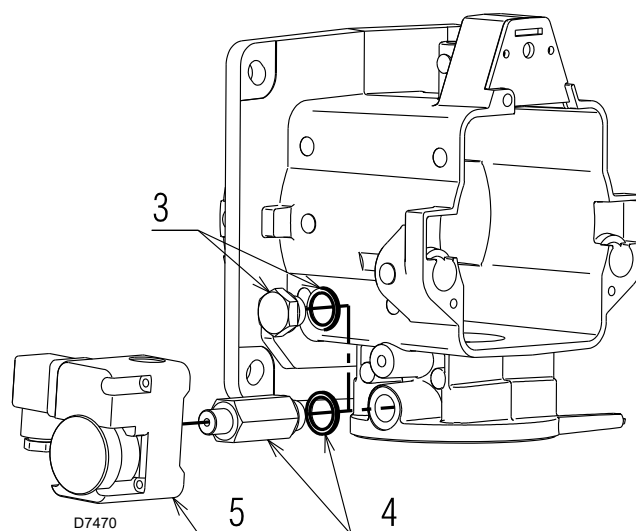

Fig. 3
- Enlever le bouchon 3)(Fig. 3) et le joint correspondant sur le côté gauche du manchon.
- Visser le raccord 4)(Fig. 3) fourni dans le kit en insérant un joint neuf.
- Visser le pressostat 5)(Fig. 3) au raccord 4)(Fig. 3) en utilisant du téflon ou un produit similaire pour garantir l'étanchéité du filet.